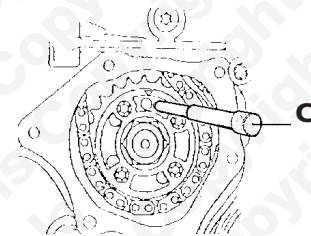

Fig. 3
3. Der Kurbelwellen-Fixierdorn (D) wird zum Einstellen der Kurbelwelle in der OT-Stellung verwendet. Dieses Werkzeug wird durch die Öffnung für den Kurbelwellen-Impulsnehmer im Motorblock eingesteckt und sitzt in einem Schlitz in der Kurbelwelle. (siehe Abb. 3)
3. The crankshaft locking pin (D) is used to set the crankshaft at TDC position. This tool is fitted through the crankshaft pulse pick-up opening in the engine block and locates into a slot in the crankshaft. (see Fig.3)
3. La cheville de blocage du vilebrequin (D) est utilisée pour bloquer le vilebrequin dans la position PMH. Cet outil est installé à travers l'ouverture du capteur d'impulsions du vilebrequin dans le bloc moteur et il s'insère dans une encoche du vilebrequin. (voir la Fig.3)